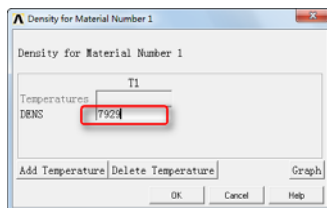

图 11-20 “Density for Material Number 1”对话框
④在“Material Model Available”选择列表中依次选择 Structural→Density，会弹出“Density for Material Number 1”对话框，如图 11-20 所示，在“DENS”输入框输入 7929，单击“OK”按钮关闭该对话框。